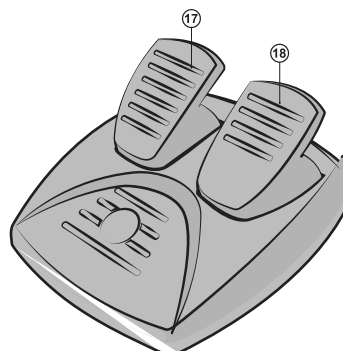

Рис. 3. Блок педалей
- Подключите к устройству блок педалей (рис. 3) с помощью встроенного в блок кабеля к разъему RJ-11, а потом подключите само устройство кабелем USB к свободному порту USB компьютера.